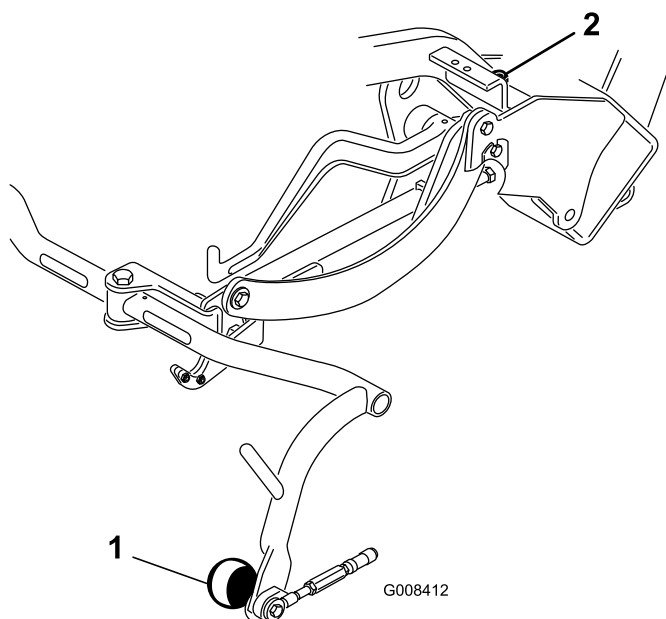

Figure 10
- Si un réglage est nécessaire, desserrez l'écrou de blocage de la vis d'arrêt du bâti porteur (Figure 10) et tournez la vis dans un sens ou dans l'autre pour élever ou abaisser le bâti. Serrez l'écrou de blocage une fois le réglage effectué.